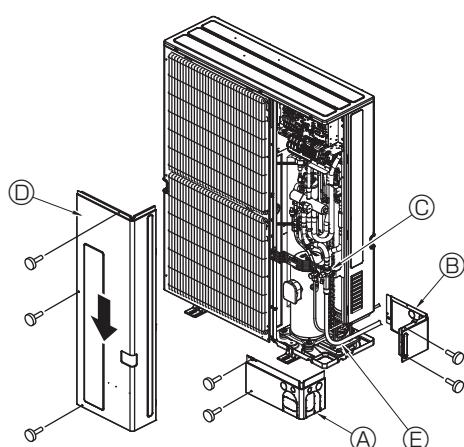

Fig. 4-7
4.5. Прокладка труб хладагента (Fig. 4-7)